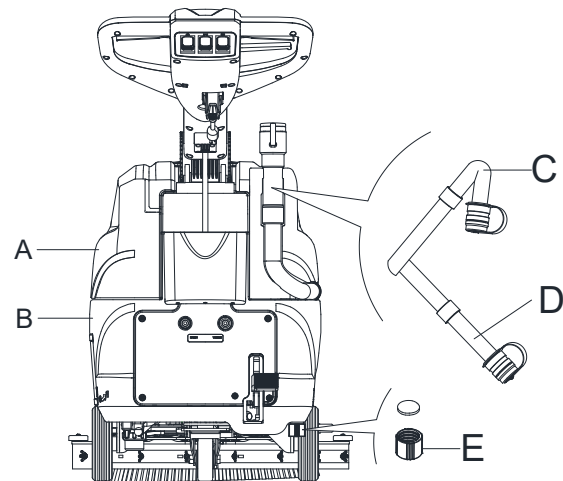

Figure 10
Lors de la vidange des eaux usées, le tube d'aspiration des déchets doit être replié (C, Figure 10) et abaissé en position inférieure (D, Figure 10), puis ouvrez le couvercle du tube d'aspiration des déchets pour vidanger l'eau. Ne pas orienter vers le haut le tuyau de vidange, afin de drainer l'eau à la verticale. Ceci afin d'éviter que les eaux usées se déversent sur l'opérateur.
8. Videz le réservoir de solution avec le couvercle de sortie (E, Figure 10). Après avoir travaillé, rincer le réservoir avec de l'eau propre.
2. Videz les réservoirs (A et B, Figure 10) comme indiqué au paragraphe précédent.
4. Nettoyez le couvercle du réservoir de récupération (A), le réservoir de récupération (C), le réservoir de solution propre (D) et le filtre à bille de flottement (B). Videz le réservoir de récupération à l'aide du flexible de purge (D, Figure 10).
5. Installez le filtre à bille de flottement (B) et le couvercle du réservoir de récupération (A).